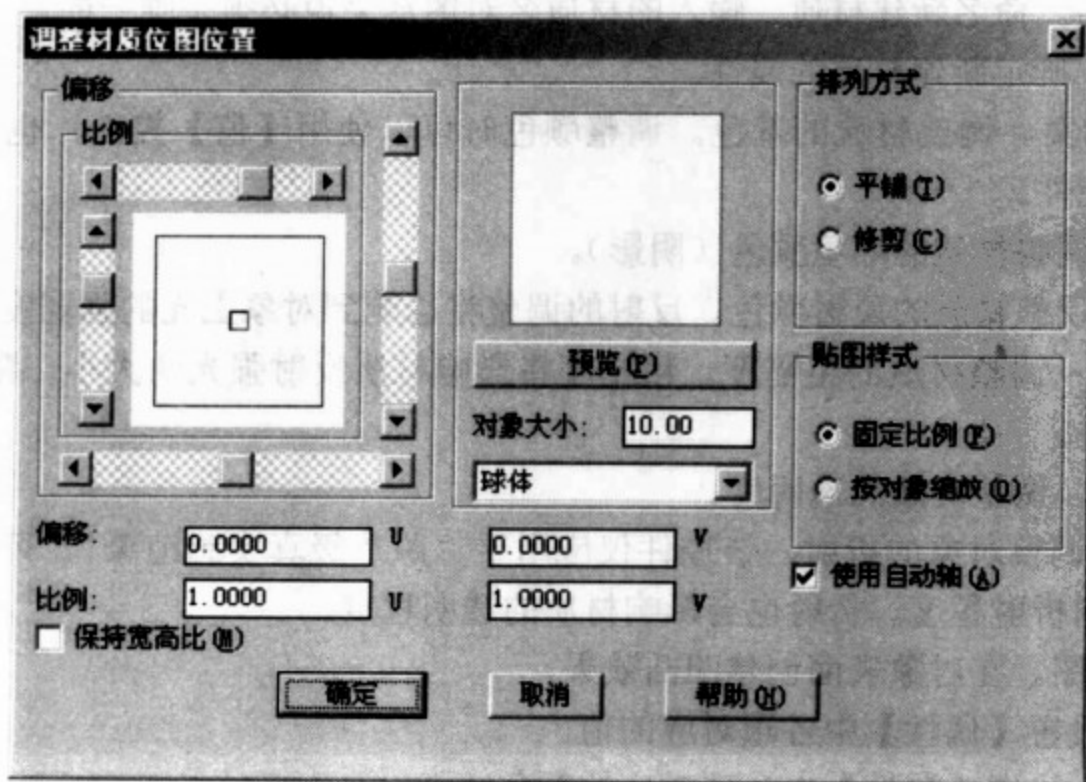

图 9-39 【调整材质位图位置】对话框
(5) 预览。用“球体”或“立方体”预览新建材质的图案。
(6) 位图合成。调整所使用的位图量。
(7) 调整位图。调整材质位图源点的偏移量和比例。单击 **调整位图(U)...** 按钮，弹出【调整材质位图位置】对话框，如图 9-39 所示，用户根据该对话框进行设置。